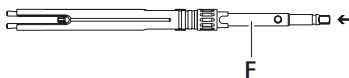

Fig. 3
- Introduire le tournevis **F** par l'arrière dans la douille de blocage **2**. Ce faisant, veiller ce que les tenons glissent à fond dans les rainures, voir Fig. 3.